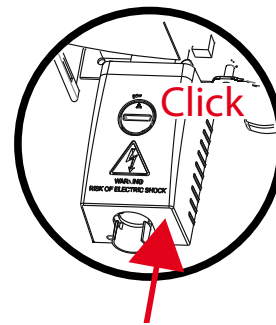

Abbildung 5-5: Schließen Sie das AC-Anschlussmodul
- ⑤ Schließen Sie das AC-Anschlussfach, indem Sie die Abdeckung einrasten lassen, siehe Abbildung 5-5.